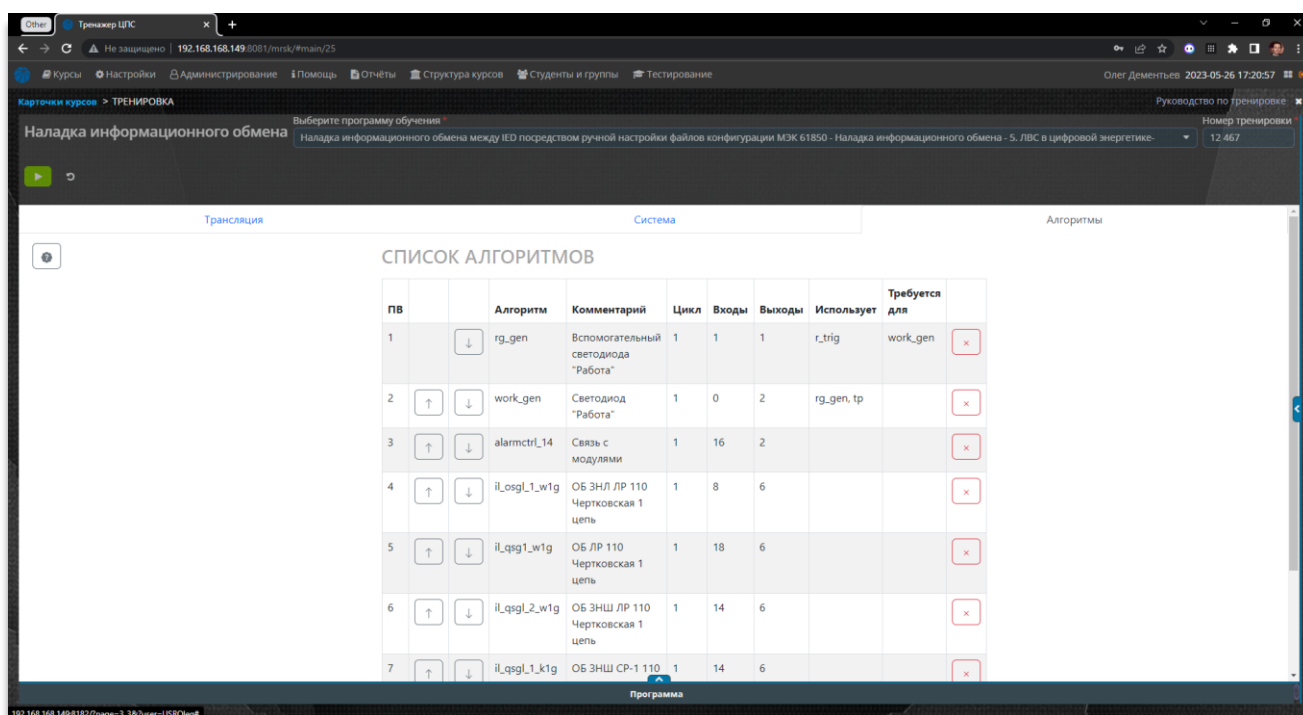

Рисунок 64 – Экранная форма 3 – «Настройка контроллера присоединения ARIS-4208»
- Рисунок 64 – Экранная форма 3 – «Настройка контроллера присоединения ARIS-4208».